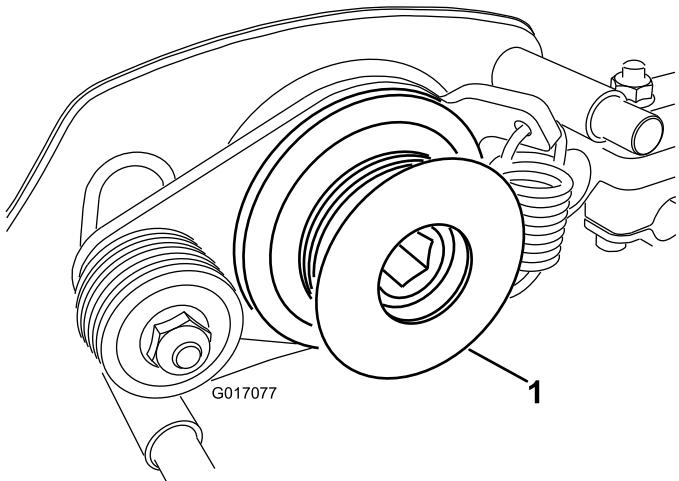

図 32
7. リールシャフトからグルーマ駆動プーリを取り外す図 32。